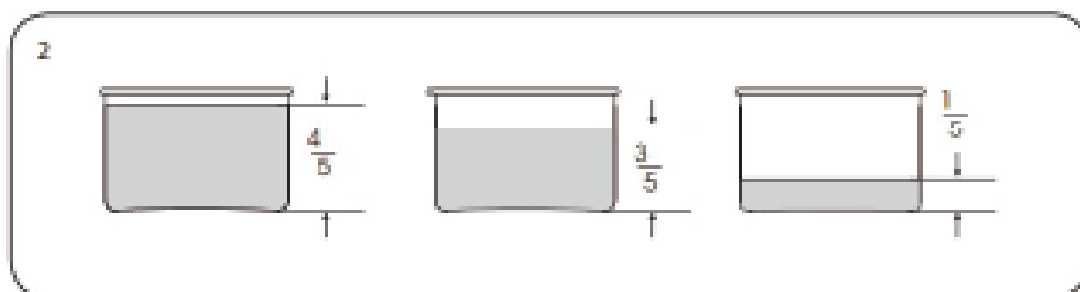

Figura 2
5. O volume mínimo de alimento não pode ser inferior a $\frac{1}{5}$ da altura da panela interna. (como mostra a figura 2)